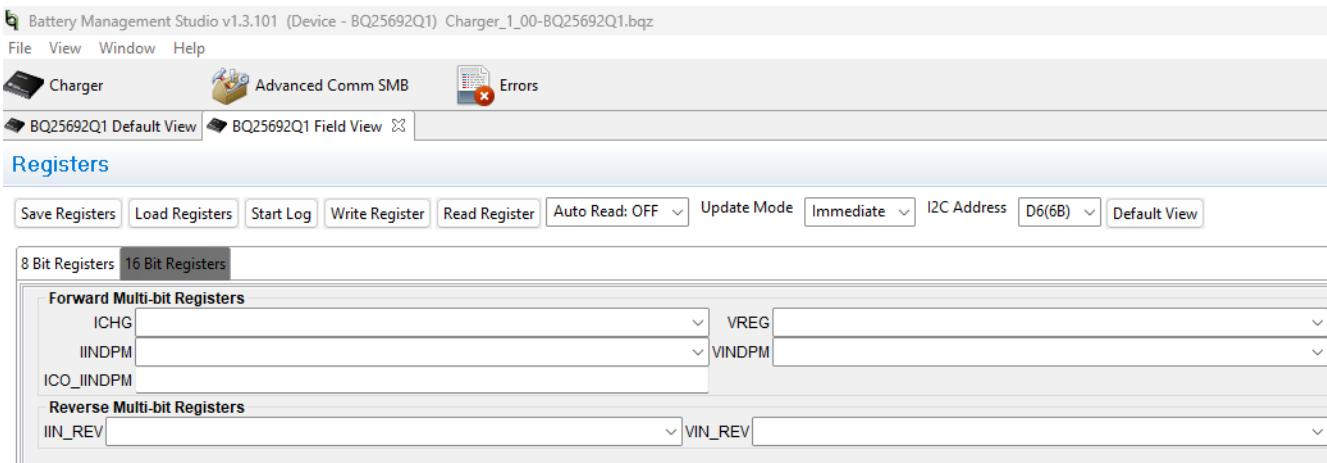

图 3-2. BQ25692-Q1 EVM 软件的 8 位和 16 位寄存器选项卡的字段视图
- 在随即显示的窗口中选择功能区右侧的 **Field View**，然后出现 BQ2569x EVM 软件的主窗口，如图 3-2 中所示。
2. 在 Field View (请参阅图 3-2) 中，根据需要进行以下更改：